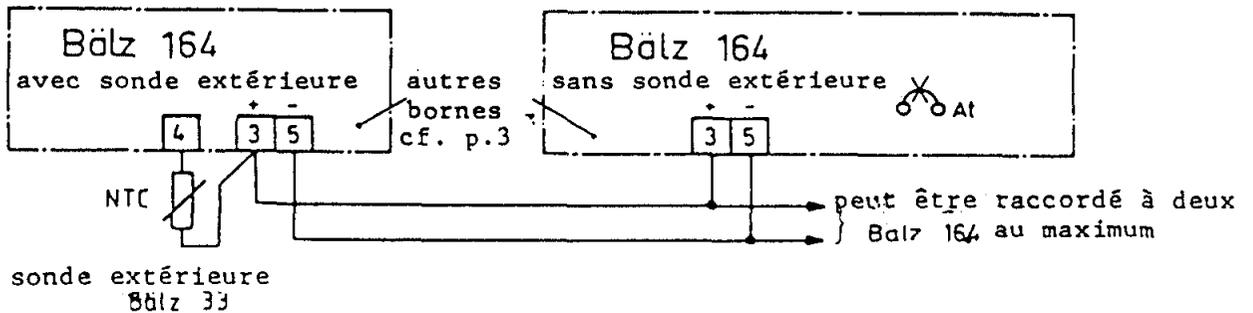

Fig.5: raccordement électrique de la tension de mesure (0...10 V) Baelz 164 (avec sonde extérieure) avec Baelz 164 (sans sonde extérieure)
- 2.) Sur la figure 5, seules les bornes de raccordement sont représentées les autres bornes doivent être branchées selon la figure 3 p. 4.